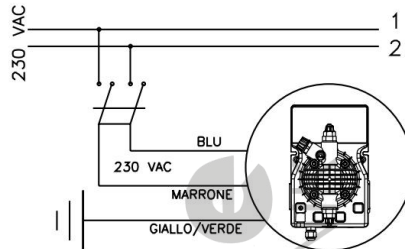

Abb. 4
Sie Folgendes: 1. Trennen Sie die Stifte vom Stromnetz oder mithilfe eines zweipoligen Schalters mit einem Mindestabstand von 3 mm zwischen den Kontakten. (Abb. 4).
1. Trennen Sie die Stifte vom Stromnetz oder mittels eines zweipoligen Schalters mit 3 mm Mindestabstand zwischen die Kontakte. (Abb. 4).
- b. - Beachten Sie sorgfältig die in den verschiedenen Ländern geltenden Vorschriften für Elektroinstallationen (Abb. 4).